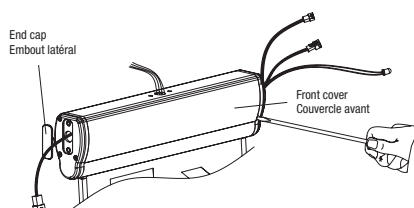

Fig. 2
5. Use a screwdriver to open the front cover of the unit (Fig. 2).
4. À l'aide d'un tournevis, ouvrir le couvercle avant de l'unité (Fig. 2).